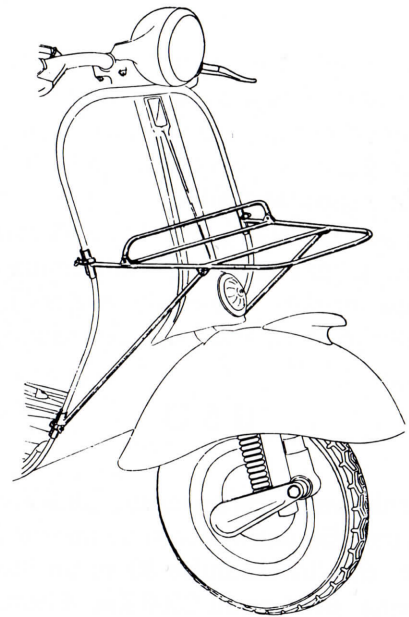

Fig. 6 - Portapacchi anteriore
**Portapacchi anteriore.** È applicabile sullo scudo e sovrasta il parafango. Leggerissimo, razionale e di facile applicazione è molto utile per trasporto di borse, pacchi, valigette etc. (vedi fig. 6).